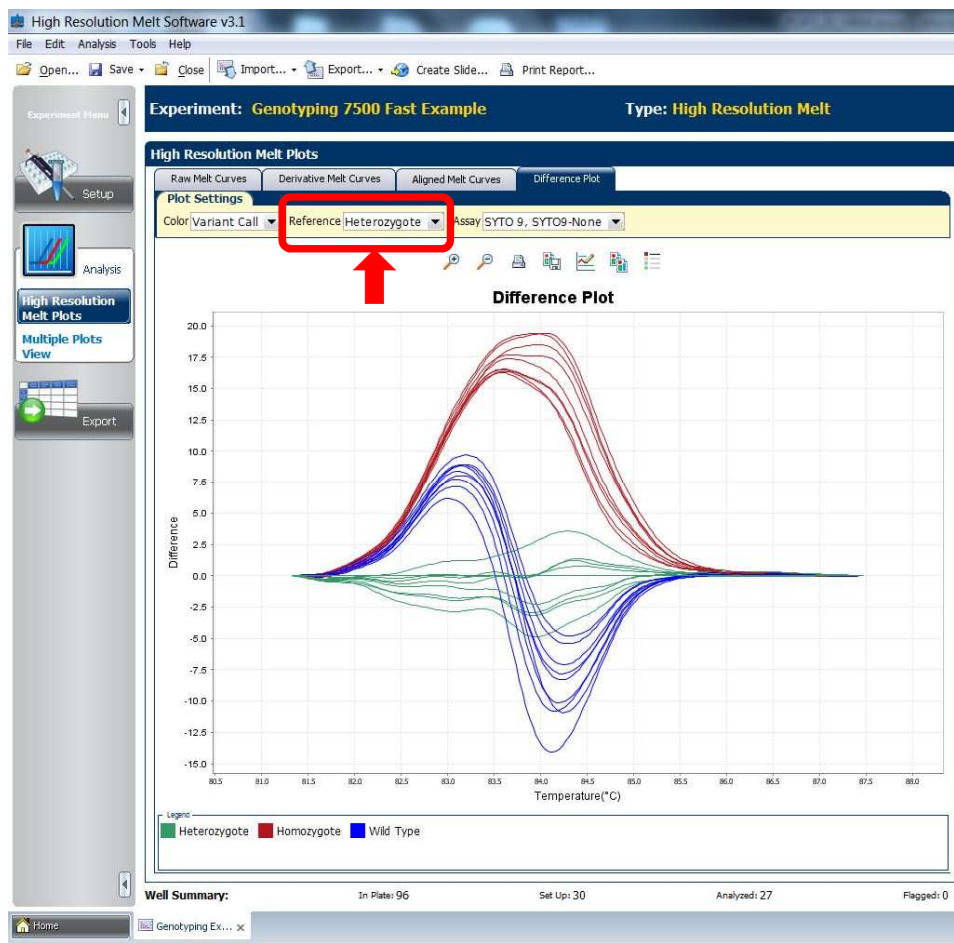

Fig. 8
Esse gráfico mostra as curvas de melting alinhadas (eixo y) em função da temperatura (eixo x) utilizando uma amostra como referência (Fig. 8)
1. Em *Plot Settings*, clique em *Reference* e selecione a amostra referência (Fig. 8)